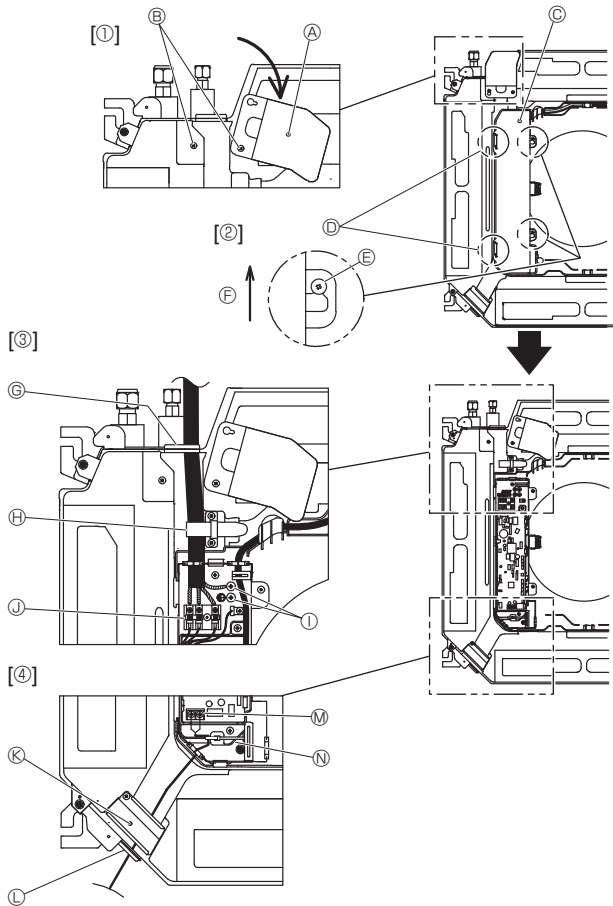
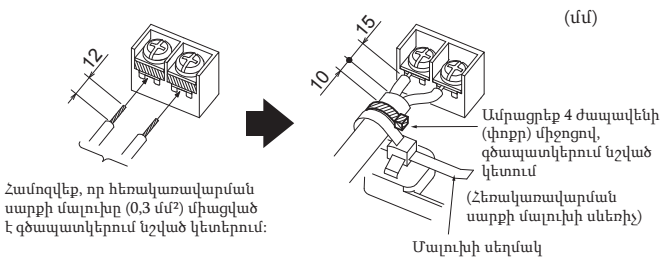

Fig. 6-1
Fig. 6-3
### 6.1. Ներքին բլոկ (Fig. 6-1)
1. Թուլացրեք էլեկտրալարերի սպասարկման վահանակն ամրացնող երկու պտուտակները, ապա շրջեք էլեկտրալարերի սպասարկման վահանակը: [Fig. 6-1 ①]
2. Թուլացրեք էլեկտրական տուփի կափարիչն ամրացնող երկու պտուտակները, ապա շրջեք էլեկտրական տուփի կափարիչը: [Fig. 6-1 ②]
3. Էլեկտրասնուցման մալուխը, ներքին/արտաքին բլոկերի միացման մալուխը և հողանցման լարը անցկացրեք գծապատկերում նշված էլեկտրալարերի ներանցքերի միջով: [Fig. 6-1 ③]
Եթե հնարավոր չէ օգտագործել կլոր մատնեքավոր սեղմակներ, տե՛ս Fig. 6-3 - 6-6: Միացման համար տե՛ս 6.1.1. և 6.1.2.:
4. Հեռակառավարման սարքի մալուխը անցկացրեք գծապատկերում նշված էլեկտրալարերի ներանցքերի միջով: [Fig. 6-1 ④, Fig. 6-3]